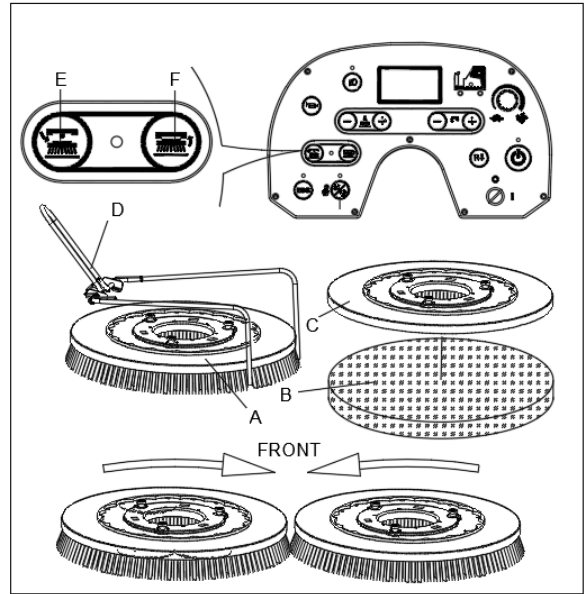

Рис. 8
Установите щетку (А, Рис. 8) или подкладку (В и С, Рис. 8) в соответствии с типом пола для уборки.
2. Разместите щетки (А, рис. 8) или держатели пэдов (В, рис. 8) под щеточной декой. Используйте установочный упор щетки (D, рис. 8), чтобы найти и установить правильное положение щетки/держателя подушечки.
3. Для щетки/держателя пэда поднимите деку, нажав на кнопку разблокировки щетки/пэда (F, рис. 8), после чего щетка/пэд подкладки будут автоматически разблокированы. Показано направление вращения (рис. 8). Светодиодный индикатор будет мигать.
1. Вставьте ключ зажигания (53, рис. 3) и поверните его в положение «I». Убедитесь, что щетка/держатель колодки находится в поднятом положении (UP) положении. Для щетки/держателя пэда поднимите деку, нажав на кнопку разблокировки щетки/пэда (Е, рис. 8), после чего щетка/пэд подкладки будут автоматически разблокированы. Светодиодный индикатор будет мигать.